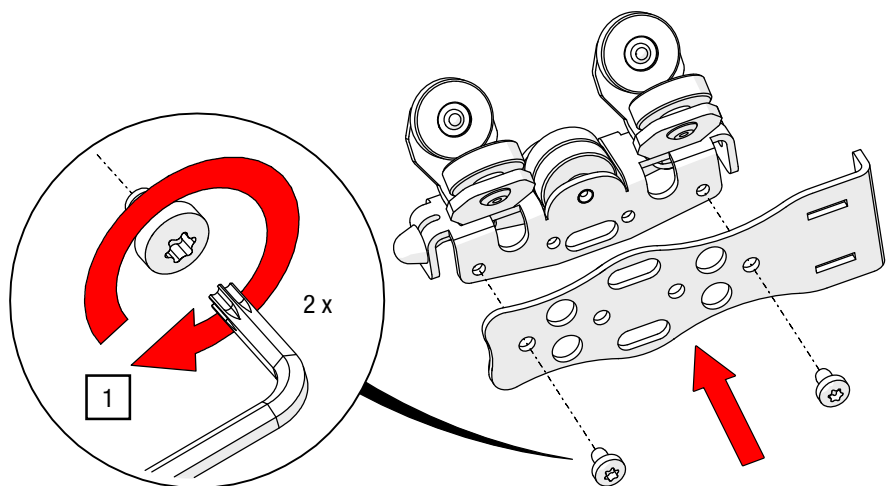

Abb. 53: Umbau Zugwagen mit Überzugbügel – Seitenblech montieren
1. Positionieren Sie das Seitenblech auf den Zugwagen und verschrauben Sie es mit einem TORX®-Schlüssel T20, bis es am Zugwagen anliegt (siehe Abb. 53).